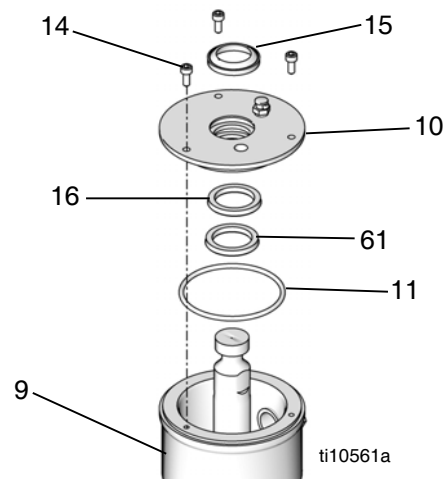

FIG. 5
- Nas bombas volumétricas com copos incluídos (9) use uma chave sext. M4 para remover os três parafusos (14) da tampa do copo (10) e remova a tampa. Faça uma drenagem e limpe o copo (9). Consulte FIG. 5.
- Nas bombas volumétricas com copos húmidos incluídos (9), utilize um colector de junta circular para remover a junta circular (11) e uma chave de fendas plana para remover o anel de retenção (61), limpador (15) e vedante (16).